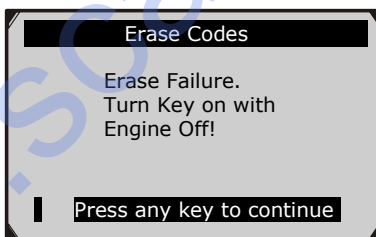

Рисунок 6.8
- Если коды не были стерты, появится сообщение "Erase Failure. Turn Key on with Engine off!" (Сбой при стирании. Включите зажигание при выключенном двигателе). (Рисунок 6.8)